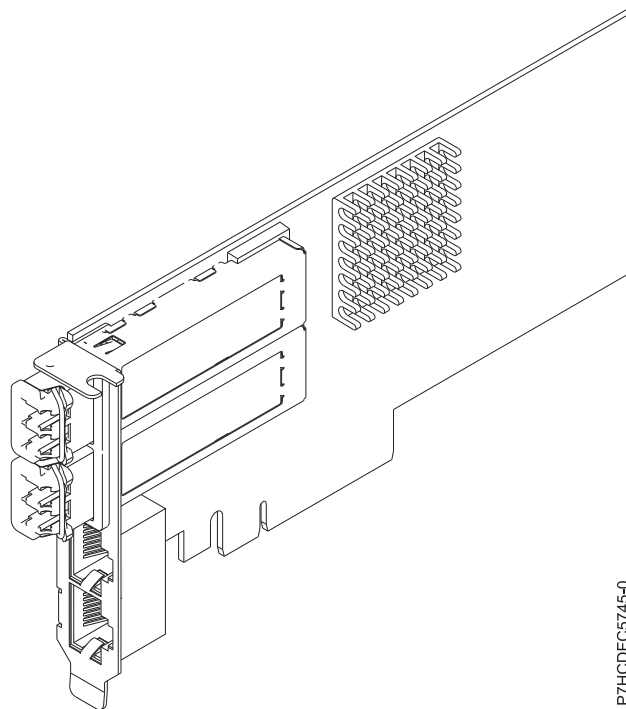

図 51. FC EL3C アダプター
4 ポート・アダプターが、2 個の 10 Gb FCoE 銅線平衡型ポートと 2 個の 1 Gb イーサネット・ポートを提供します。2 個の 10 Gb FCoE ポートは、リトル・コネクタ (LC) タイプのコネクタによって接続されます。各 FCoE ポートは公称データ速度 10 Gbps (G ビット/秒) のイーサネット接続を提供します。各 1 Gb ポートは、データ速度 1 Gbps でイーサネット接続を提供し、イーサネット・ケーブルによって接続されます。10 Mb データ速度はサポートされません。図 51 は、FC EL3C アダプターを示しています。